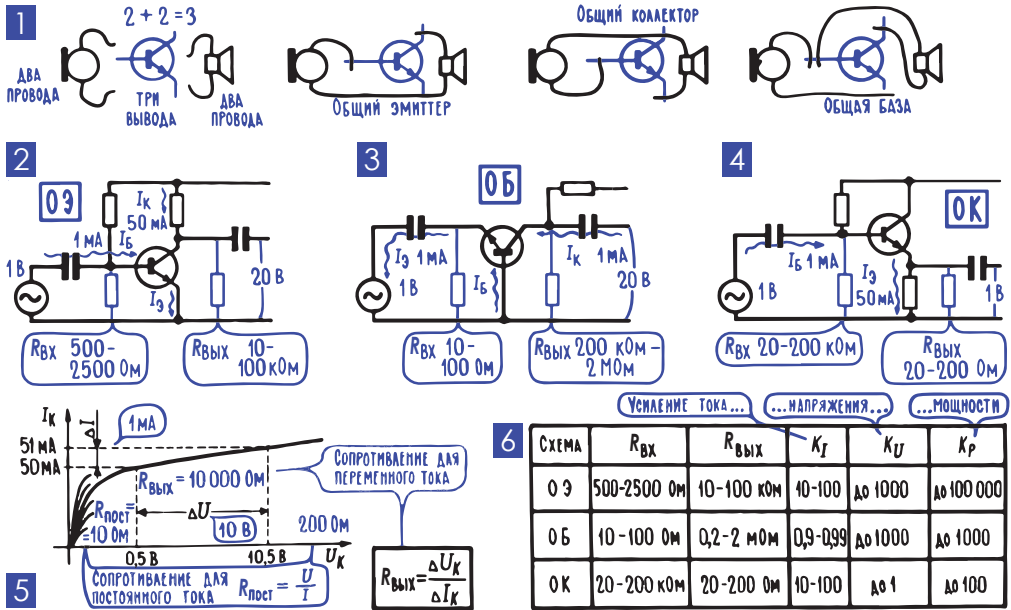
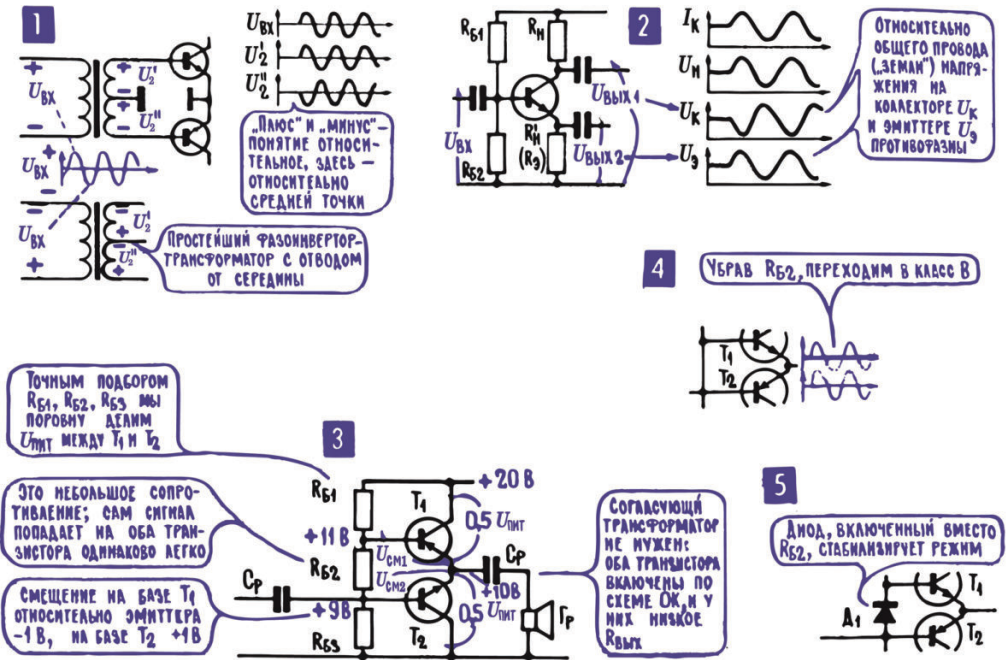
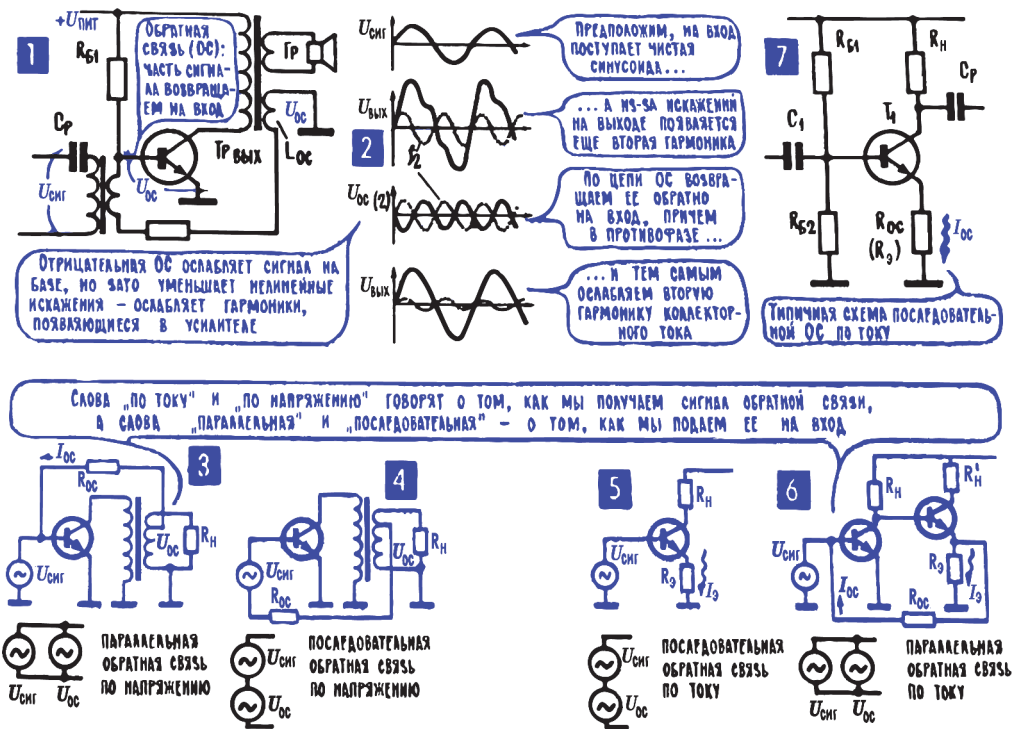

Рис. 12.4. Три возможные схемы включения транзистора: с общим эмиттером, общей базой и общим коллектором
Рис. 12.10. Получение противофазного напряжения и различные варианты двухтактного каскада
Рис. 12.11. Обратные связи
8. У схем с общим эмиттером (ОЭ), с общей базой (ОБ) и общим коллектором (ОК) сильно различаются входные и выходные сопротивления и основные усилительные характеристики. Рассказ этот можно было бы озаглавить « $2 + 2 = 3$ ». Такое странное равенство должно привлечь внимание к задаче, которую приходится решать при включении транзистора или лампы в усилительный каскад. Дело в том, что у транзистора всего три вывода – эмиттер, база, коллектор (у лампы, соответственно, катод, сетка, анод), а подключить к нему нужно четыре провода: два от источника сигнала, например от микрофона, и два от нагрузки, например от громкоговорителя (рис. 12.4; 1).
Подключить четыре провода к трем ($2 + 2 = 3$) можно только так: один из выводов транзистора должен быть общим и для входной цепи, и для выходной, то есть и для источника сигнала, и для нагрузки. В принципе, общим может быть любой из выводов, а значит, возможны три разные схемы – с общим эмиттером (ОЭ), с общей базой (ОБ) и с общим коллектором (ОК). В ламповых усилителях это, соответственно, схемы с общим катодом, общей сеткой и общим анодом. На рис. 12.4; 1, 2, 3, 4 вы видите схемы ОЭ, ОБ и ОК в предельно упрощенном виде.
Теперь о входном сопротивлении $R_{ВХ}$ и выходном $R_{ВЫХ}$. И входная цепь транзистора, и особенно выходная оказывают разное сопротивление постоянному и переменному току. Лучше всего это видно на примере коллекторной цепи открытого транзистора (рис. 12.4; 5). В реальном случае при напряжении на коллекторе 0,5 В через транзистор идет постоянный ток до 50 мА, для постоянного тока сопротивление коллекторной цепи 10 Ом. Но если мы попробуем менять напряжение и следить за изменением тока, то получим иную цифру – коллекторный ток очень мало меняется при изменении напряжения на коллекторе. Если напряжение U_K увеличить от 0,5 В до 10,5 В, то есть на 10 В, ток увеличится всего на 1 мА. Так менялся бы ток, если бы в цепи было включено сопротивление 10 кОм, и именно такое сопротивление оказывает транзистор меняющемуся коллекторному току, его переменной составляющей. А поскольку продукция транзистора, которую он должен передать дальше, не постоянный ток, а переменный, то можно считать, что эта последняя величина и есть выход-
Примечание редактора. Схема с общей базой (ОБ) традиционно рассматривается в учебниках, но на практике применяется редко: в основном в высокочастотных схемах, так как позволяет «выжать» максимум из частотных свойств транзистора. При этом в реальных схемах вы почти никогда не встретите непосредственного соединения базы с общим проводом – как правило, «закорачивание» ее на «землю» осуществляется через конденсатор достаточной емкости (см. следующий раздел). Схема ОК (эмиттерный повторитель), наоборот, встречается очень часто, так как позволяет согласовать источник с высоким выходным сопротивлением с достаточно мощной нагрузкой (см. пример применения этой схемы в оконечном каскаде усилителей НЧ, рис. 12.10; 3 и раздел 14). Кроме того, надо специально подчеркнуть, что схемы ОК и ОБ не инвертируют входной сигнал, то есть выходной сигнал совпадает по фазе с входным (в пределах частотных ограничений для данного транзистора, см. раздел 18 этой главы); тогда как у наиболее распространенной схемы ОЭ фаза выходного сигнала на коллекторе противоположна фазе входного.
На рис. 12.4; 6 – сводная таблица основных характеристик схем ОЭ, ОБ и ОК: из этой таблицы можно сделать некоторые выводы об особенностях этих схем.
То, что напряжения $U_{вх1}$ и $U_{вх2}$ именно противофазны относительно средней точки, связано только с определенным включением обмоток Π_A и Π_B . Не забудьте: поменять местами концы обмотки – это значит повернуть фазу на 180° (гл. 11; 7). Противофазными напряжения $U_{вх1}$ и $U_{вх2}$ получают-ся в том случае, если обмотки I, Π_A и Π_B намотаны в одну сторону и начало одной из них соединено с концом другой. То есть если сделан отвод от средней точки всей вторичной обмотки (см. далее рис. 12.10; 1).
Еще в ламповую эпоху, а особенно с появлением транзисторов разной проводимости, было найдено много остроумных схемных решений, позволивших строить бестрансформаторные усилители НЧ. В числе схемных находок, например, бестрансформаторный фазоинвертор (в переводе «поворачиватель фазы»), то есть схема, с помощью которой получают два противофазных выходных напряжения, показанный на рис. 12.10; 2. Этот каскад – гибрид схемы ОЭ (нагрузка в цепи коллектора) и схемы ОК (нагрузка в эмиттере). На вход, как обычно, поступает один сигнал $U_{вх}$, а на выходах появляются два сигнала $U_{вых1}$ и $U_{вых2}$ с противоположными фазами. Противоположные фазы у этих напряжений получаются потому, что одно из них снимается с коллекторной нагрузки, а второе – с эмиттер-
Включение транзисторов по схеме ОК, которая, как известно, отличается низким выходным сопротивлением (рис. 12.4), позволяет в выходных каскадах отказаться от согласующего трансформатора и включать громкоговоритель прямо в эмиттерную цепь транзистора в качестве нагрузки. Используя транзисторы разной проводимости, можно собрать двухтактный выходной каскад без привычного фазоинвертора, например по схеме рис. 12.10; 3, которая работает в классе В (без смещения), если нет резистора $R_{\text{Б2}}$ (рис. 12.10; 4), или в классе АВ, если есть $R_{\text{Б2}}$. Здесь нагрузка (громкоговоритель) включена в эмиттерные цепи обоих транзисторов, и они поочередно создают в этой нагрузке ток, складывают, сшивают из двух половинок выходной сигнал. По постоянному току оба транзистора соединены последовательно, причем напряжение общей коллекторной батареи делится между этими транзисторами поровну.
¹⁶ По этой причине схему на рис. 12.10; 2 точнее называть «фазорасщепителем».
Примечание редактора. Строго говоря, простое удаление резистора R_{62} из схемы рис. 12.10; 3 (как на схеме 12.10; 4) вводит двухтактный каскад не в режим В (в котором половинки синусоид обрезаны строго по оси абсцисс), а в режим с более глубокой отсечкой синусоиды, что приводит к существенным нелинейным искажениям сигнала. Чтобы избежать этого, между базами двухтактного каскада и устанавливают смещение, приоткрывая транзисторы, то есть вводя каскад в режим АВ. Смещение вводят с помощью либо резистора, либо диодов (обычно двух или даже трех). Для надежного преодоления начального нелинейного участка характеристики транзисторов минимальное количество диодов равно двум; третий включают для надежного смещения; при этом, однако, растет ток покоя и снижается КПД усилителя. Для лучшей температурной стабилизации диоды плотно прижимают к радиаторам выходных транзисторов с целью выравнивания температур всех $p-n$ -переходов.
Очень широко используются обратные связи в технике, в частности в электронике. Один из примеров нам уже знаком – это генератор с самовозбуждением. Небольшая часть энергии, переданная по цепи обратной связи с выхода транзистора на его вход, дает указания, как нужно «открывать кран», то есть как нужно менять напряжение на базе (причина), чтобы поддержать изменения коллекторного тока (следствие). Используется обратная связь и в усилителях низкой частоты, но, в отличие от генераторов, уже не положительная обратная связь (рис. 11.2; 3, 4), а отрицательная (рис. 11.2; 5). Это значит, что сигнал обратной связи U_{oc} не помогает, а мешает поступающему с предыдущего каскада сигналу $U_{сиг}$, действует с ним в противофазе, уменьшает общее напряжение $U_{вх}$ на входе усилителя (рис. 12.11; 1).
Можно сразу сказать, что отрицательная обратная связь снижает усиление каскада – раз ослабляется входной сигнал, то уменьшается и выходной, слабее становится «мощная копия». Но зато отрицательная обратная связь позволяет делать то, чего никаким иным способом добиться не удалось бы, – она позволяет снизить нелинейные искажения, которые появляются в каскаде. Крайне упрощенно это показано на рис. 12.11; 2.
Иногда отрицательной обратной связью охватывают один каскад усилителя, а иногда сразу несколько каскадов. При этом существует четыре варианта обратной связи, к которым в итоге сводится все многообразие схем. Вот эти четыре варианта: последовательная и параллельная обратная связь по напряжению и последовательная и параллельная обратная связь по току. Слова «последовательная» и «параллельная» говорят о том, каким способом обратная связь вводится во входную цепь: последовательно с источником сигнала или параллельно ему. А слова «по напряжению» и «по току» говорят о том, как сигнал обратной связи получают с выхода усилительного каскада. Если напряжение обратной связи определяется током усилительного каскада и мало зависит от выходного напряжения, то это обратная связь по току. Так, например, если в схеме ОЭ в цепь эмиттера включен резистор R_{ε} , без обычного конденсатора C_{ε} (рис. 12.11; 5), то на этом резисторе создается напряжение обратной связи, и это напряжение как раз и определяется коллекторным током, то есть R_{ε} является элементом обратной связи по току.
Если в этой схеме мы будем менять выходное напряжение, например изменяя сопротивление нагрузки $R_{\text{н}}$, то напряжение обратной связи практически не изменится. А вот на схеме ОК (эмиттерный повторитель, рис. 12.4; 4 и 12.6) напряжение обратной связи – это фактически напряжение на самой нагрузке, которая включена в цепь эмиттера (в коллекторной цепи теперь уже резистора нет), и всякое изменение выходного напряжения – это одновременно и изменение обратной связи. То есть схема ОК создает обратную связь по напряжению¹⁷. Так же, как и схема, в которой напряжение обратной связи снимается прямо со вторичной обмотки выходного трансформатора (рис. 12.11; 1).